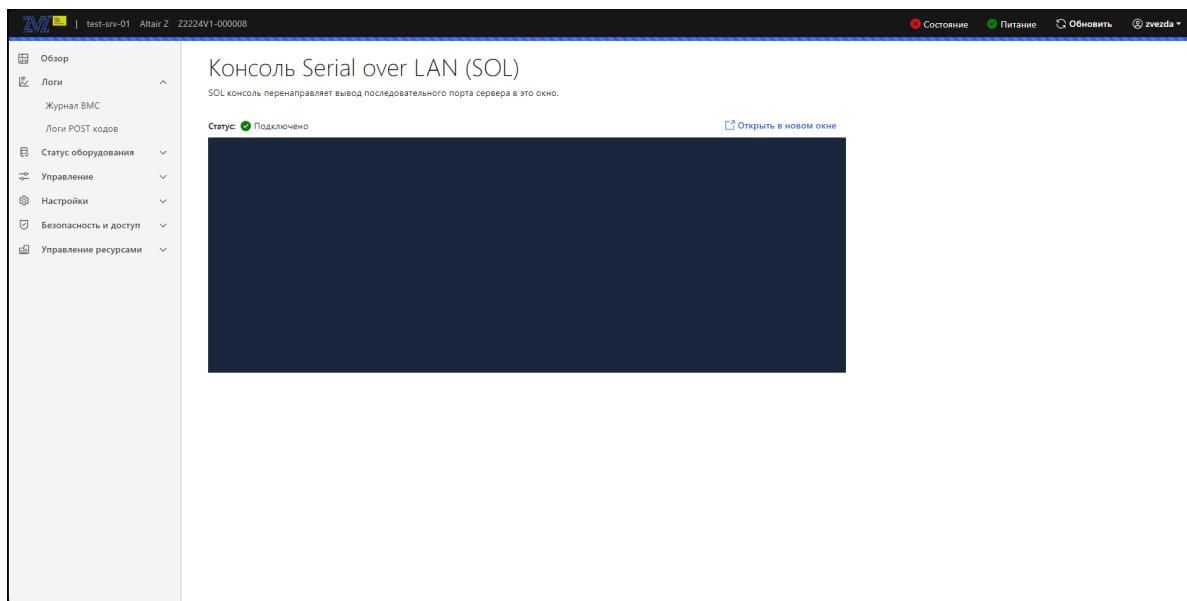

Рис. 94. Окно «Консоль Serial over LAN (SOL)»
- 5) Пройдите во вкладку «Управление» → «Консоль Serial over LAN (SOL)» в данной вкладке осуществляется перенаправление вывода последовательного порта сервера в окно браузера вашей рабочей станции. Окно показано на рис. 94 Окно «Консоль Serial over LAN \(SOL\)»